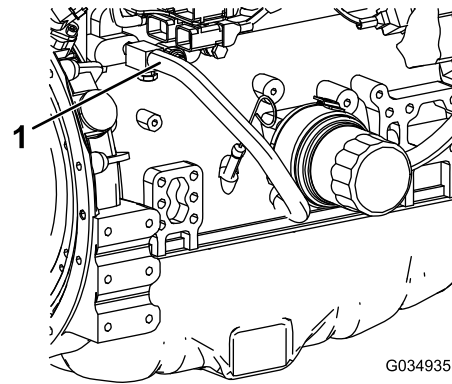

Bild 126
7. Schließen Sie den Kühlmittelschlauch vom Motorölkühler ab (**Bild 126**).